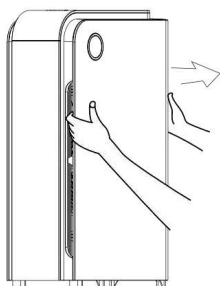

рис. 1
2. Возьмитесь обеими руками за переднюю крышку (1). Затем мягким, но решительным движением выньте нижнюю часть панели, наклоните ее под углом 45° поднимите вверх (рис. 1).